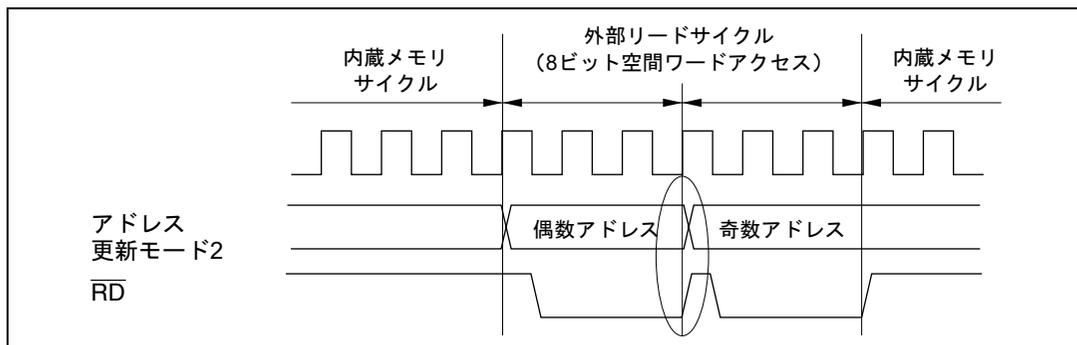

図 6.6 アドレス更新モード2での外部空間連続アクセス例
- $\overline{RD}$  の立ち上がりに対するアドレスのホールド確保を目的として、アドレス更新モード2を使用する場合、外部空間リードアクセスは、必ず単一のアクセスサイクルで終了してください。たとえば、8ビットアクセス空間に対するワードアクセスは図6.6のようにバスサイクルが2回に分割され、単一のアクセスサイクルとはなりません。このようなケースでは、1回目のアクセスサイクル（偶数アドレス）と2回目のアクセスサイクル（奇数アドレス）の間の $\overline{RD}$ の立ち上がりで、アドレスのホールドが保証されません。（図中の楕円で囲んだ部分）。